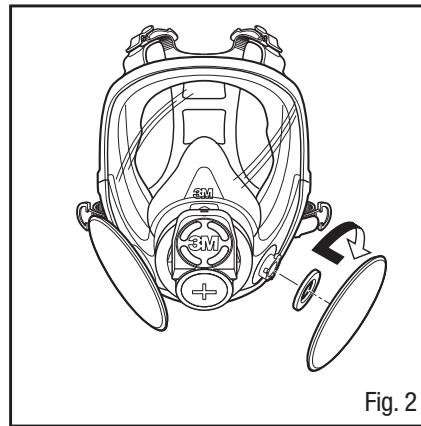

Fig. 2
3. Répéter avec le second filtre (Fig. 2).